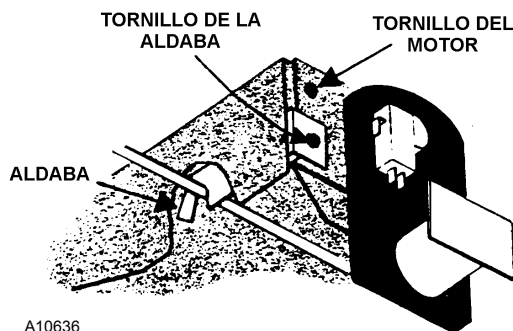

Figura 12. Abrazadera del Motor
3. Quite el tornillo de la aldaba y la aldaba. Ver la **Figura 12**.
8. Para retirar el motor de venta, quite los dos tornillos de la abrazadera del motor. Ver la **Figura 12**.